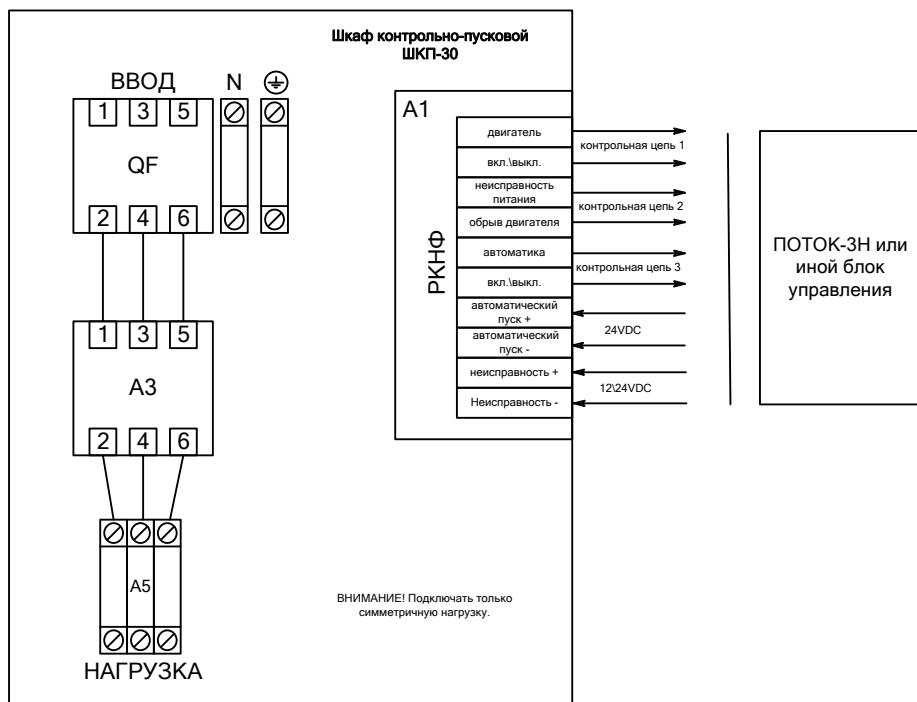

Рисунок 3. Вариант подключения шкафа при эксплуатации с трехфазной нагрузкой и блоком Поток-3Н
- 3) подключить к шкафу провода питающего сетевого напряжения, цепей нагрузки и контрололя состояния согласно схеме электрической рис. 3;
- Максимально допустимое отклонение напряжения выставляется потенциометром 2 (см. рис. 3). $\Delta U_{\text{ном}}$ определяет одновременно верхний и нижний пороги срабатывания. Таким образом, входное напряжение будет считаться допустимым в диапазоне от $(220 - \Delta U_{\text{ном}})$ В до $(220 + \Delta U_{\text{ном}})$ В. $\Delta U_{\text{ном}}$ может принимать значения от 0 В (крайнее левое положение потенциометра) до 80 В (крайнее правое положение потенциометра).
- Время интегрирования неисправности (время задержки срабатывания) выставляется регулятором 3 (см. рис. 3). t_c определяет время накопления неисправности (восстановления) и может принимать значения от 0 с (крайнее левое положение потенциометра) до 16 с (крайнее правое положение потенциометра).